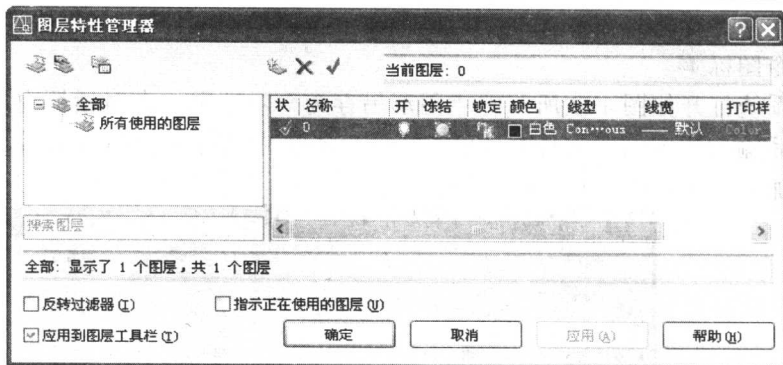

图 2-2 “图层特性管理器”对话框
(1) 在命令行输入命令 LAYER，或者单击下拉菜单“格式”→“图层”，或者单击图层工具栏命令图标，系统打开“图层特性管理器”对话框。如图 2-2 所示。
指定圆的圆心或 [三点(3P)/两点(2P)/相切、相切、半径(T)]: 3P (以三点方式绘制圆, 或在动态输入模式下, 按下“↓”键, 打开动态菜单, 如图 2-2 所示, 选择“三点”选项)